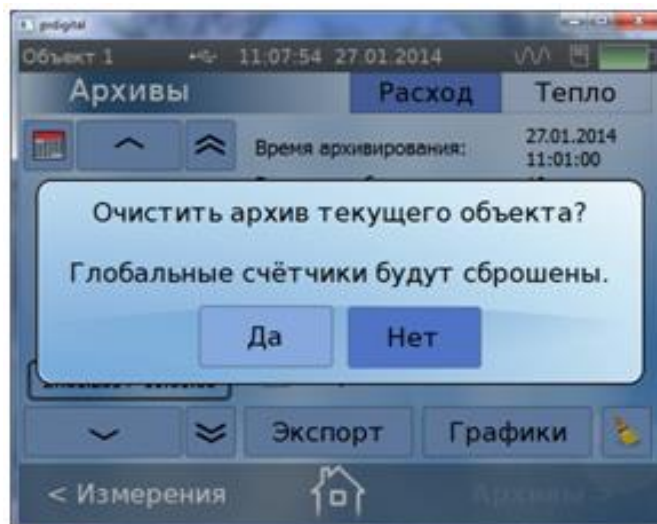

Рис.17. Окно очистки архивов текущего объекта.
- 4.10.5. При нажатии на иконку  появляется возможность очистки архивов текущего объекта, причем на экране появляется предупреждающая надпись (рис.17). Для очистки архивов нажать кнопку **Да**, для отмены операции – кнопку **Нет**.